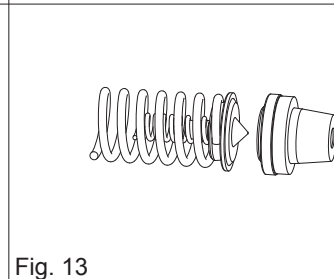

Fig. 13
- Estrarre la molla grande e l'assieme valvola di modulazione/molla piccola (fig. 13)